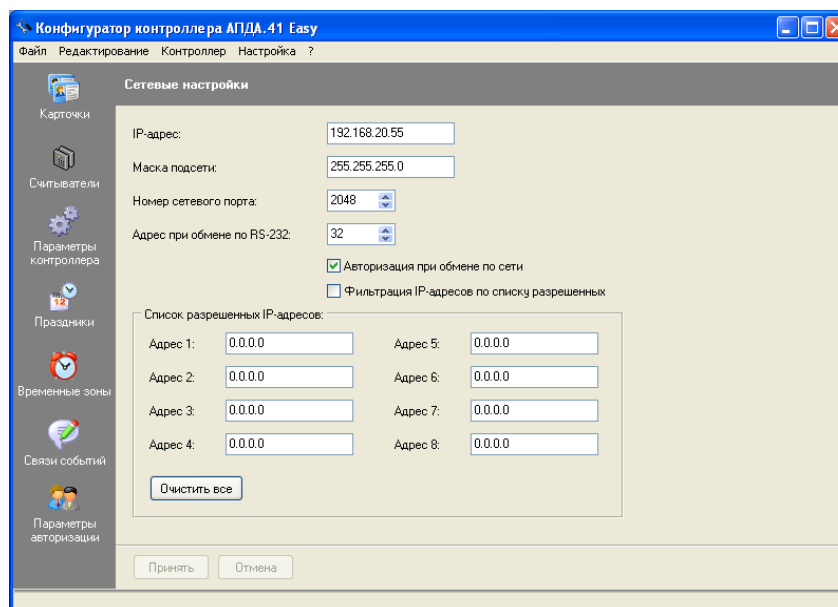

Рисунок 236
- 10) Выберите пункт меню "Редактирование/Сетевые настройки". В рабочем окне программы отобразится окно "Сетевые настройки" (см. Рисунок 236).